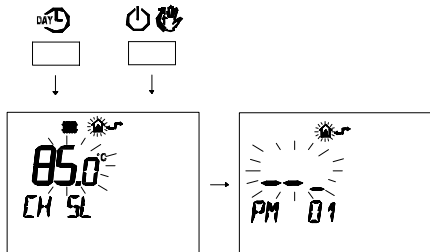

Figura 5.85
- Premere contemporaneamente i pulsanti e per entrare nella programmazione trasparente (Figura 5.85).